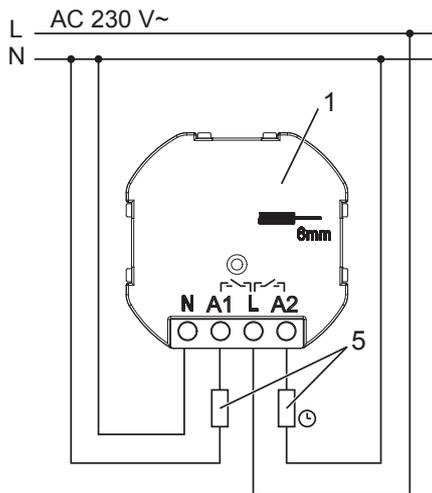

Abb. 3: Anschluss
(5) Last
(6) Raumtemperaturregler z. B. TRD .. 23028 .. oder TRD .. 23048 ..
- Last gemäß Anschlussplan (Abb. 3 oder 4) anschließen.
- Einsatz (1) in Gerätedose montieren, Anschlussklemmen müssen unten liegen.
- Rahmen (2) und Aufsatz (3) aufstecken.